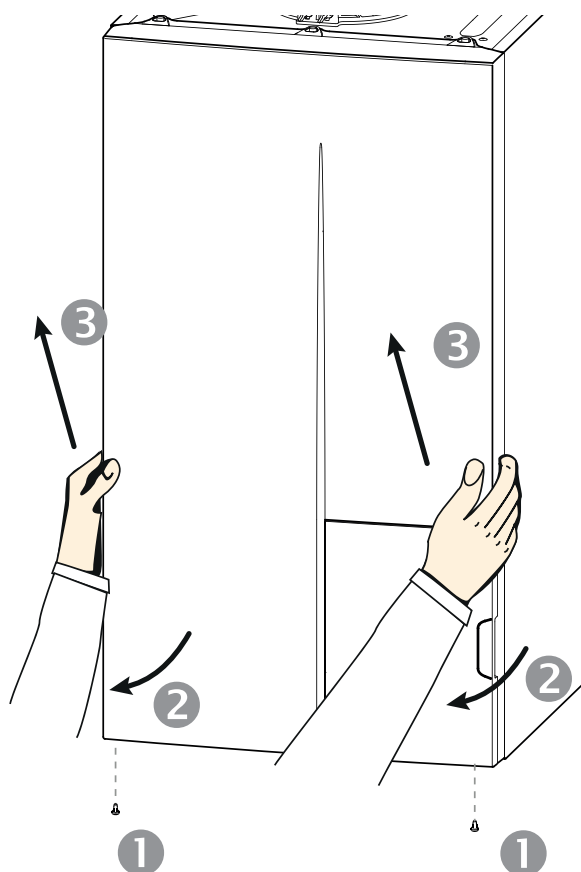

fig. 33 - Dépose de la façade
- Déposer la façade (fig. 33, page 51).
- Déposer la façade (voir fig. 33, page 51).